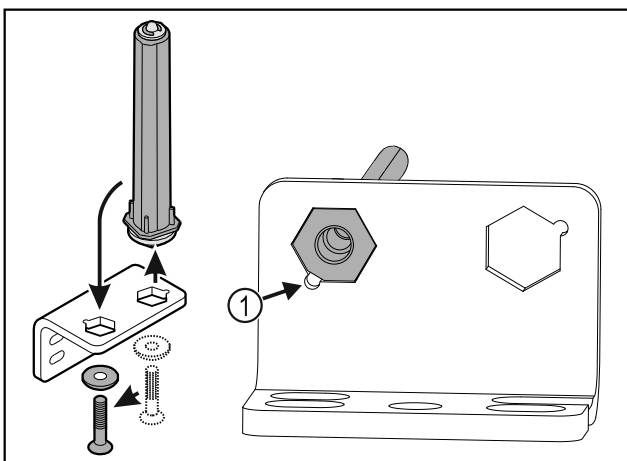

Fig. 24
- Darauf achten, dass beim Einsetzen die Bolzenabschrägung Fig. 24 (1) zum runden Loch zeigt.